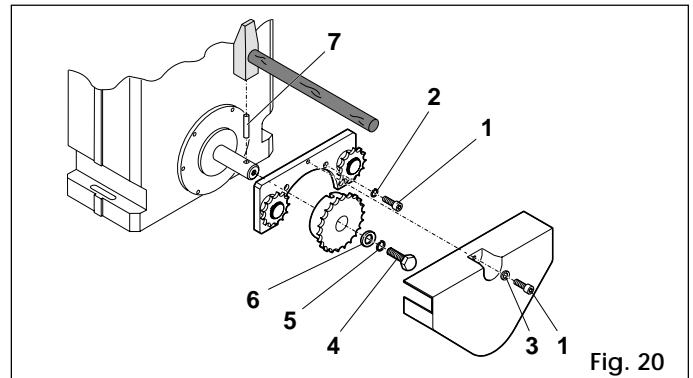
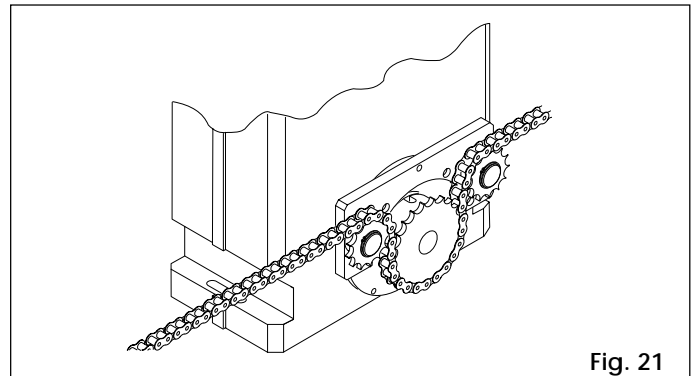

Fig. 20
Fig. 21
- Applicare sulla flangia del motoriduttore, la staffa dei rinvii folli, togliendo le quattro viti superiori e sostituendole con le viti 1 TCE 5 x 12 e le rondelle 2 del kit come indicato in fig. 20.
- Passare la catena come indicato in fig. 21 e montare il carter di copertura con le viti 1 e le rondelle 3 di fig. 20.